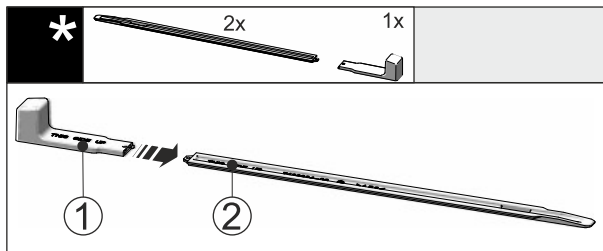

Fig. 54
- ▶ Dugja rá a szerelőfogantyút Fig. 54 (1) a szintezősínrre Fig. 54 (2).